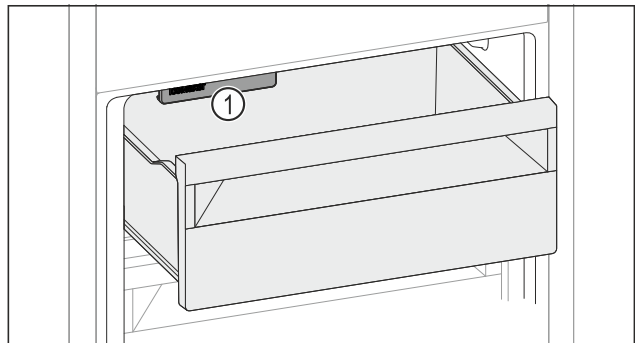

Fig. 165
- ▶ Учитывайте IceMaker Fig. 165 (1).